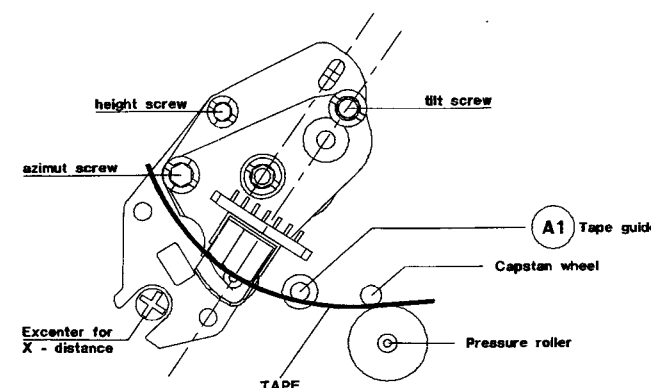

Abb. 14
- Mit der Tiltwinklereinstellschraube die Bandunterkante gut auf die Bandführung A1 (siehe Fig.14) aufsetzen (das Band darf dabei an der Unterkante nicht eingerollt sein).